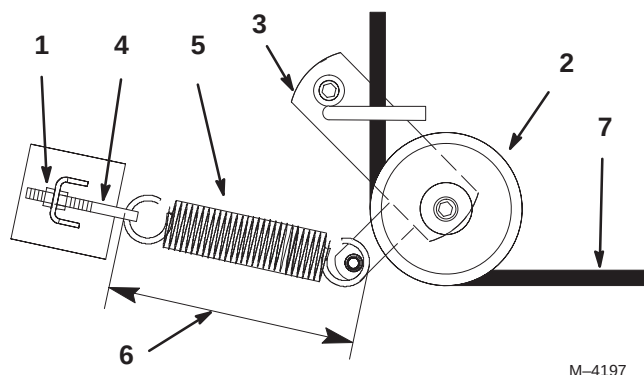

Figure 64
3. Desserrez l'écrou extérieur sur le boulon à œil du ressort (Fig. 64).
5. Déposez la poulie folle rappelée par ressort (Fig. 64).
6. Faites passer la courroie neuve dans le bras de renvoi (Fig. 64).
8. Resserrez l'écrou extérieur sur le boulon à œil du ressort (Fig. 64).
Note: Vérifiez la longueur du ressort. Il doit mesurer 238±0,3 mm. Procédez à un réglage si la longueur n'est pas correcte (Fig. 64).